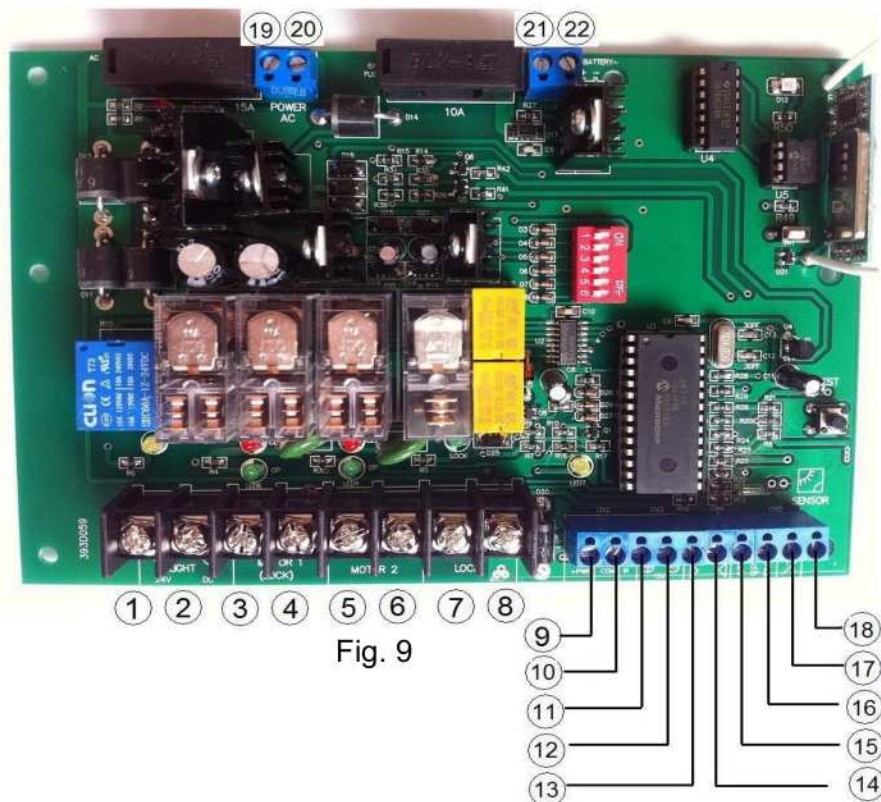

Fig. 9
A. Tableta Electrónica del Operador Abatible. (Fig.9).
- **Agregar Transmisores Adicionales:** Retirar la Cubierta del Operador Abatible. Presione y Mantenga Oprimido el Botón de Programación “S1” por 2 Segundos el “LED” del Receptor de la Tableta Electrónica del Operador Abatible se Iluminará (Fig.9). Presione el Botón del Transmisor que Desea Utilizar. El “LED” del Receptor Parpadeará unos 2 Segundos y luego se Apagará. El Proceso de Programación ha Terminado Exitosamente. Se pueden Programar hasta 25 Botones de Transmisores.